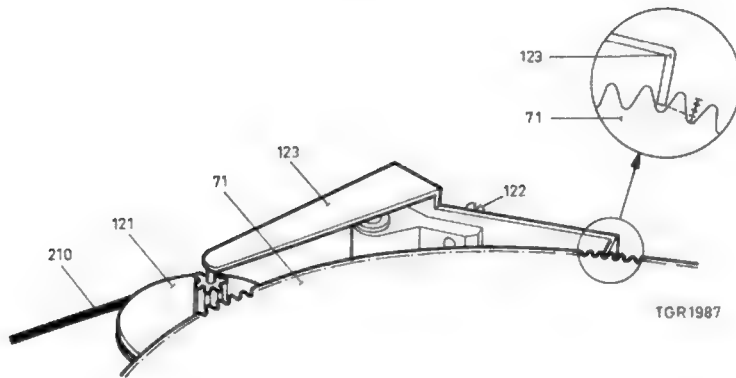

Fig. 20
#### Instelling van de sperhaak pos. 123, zie fig. 20